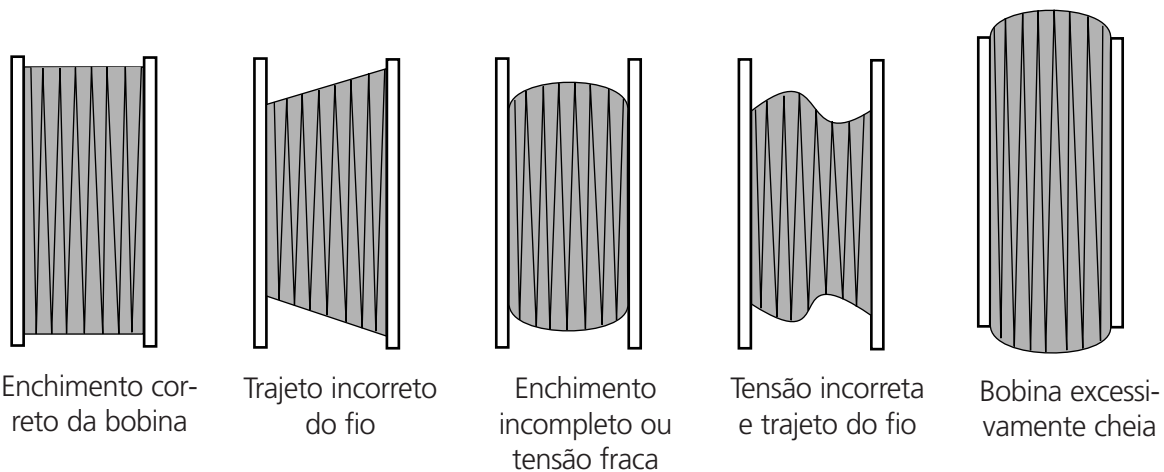

Figura 3-22
4. Deslocar a alavanca do atuador para a posição DESLIGADO, retirar a bobina cheia e partir ou cortar a extremidade do fio. A figura 3-22 (item A) mostra uma bobina corretamente cheia. Os itens B até E na figura 3-22 mostram bobinas incorretamente cheias. Regular a tensão do bobinador, o caminho do fio ou o interruptor de Bobina Cheia para corrigir o funcionamento do bobinador se houver alguma anomalia como as que são indicadas abaixo.